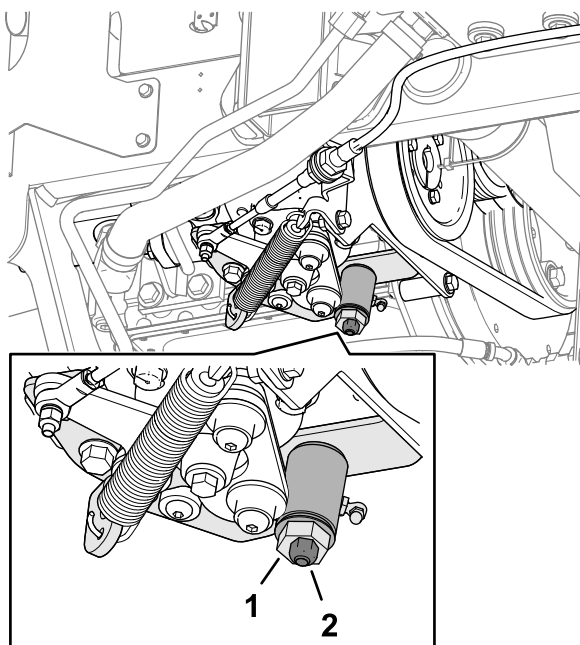

Figura 80
3. Slăbii contrapiulia camei de reglare a traciunii (Figura 80).